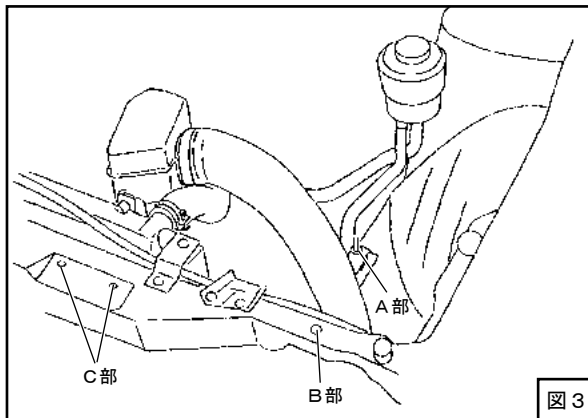
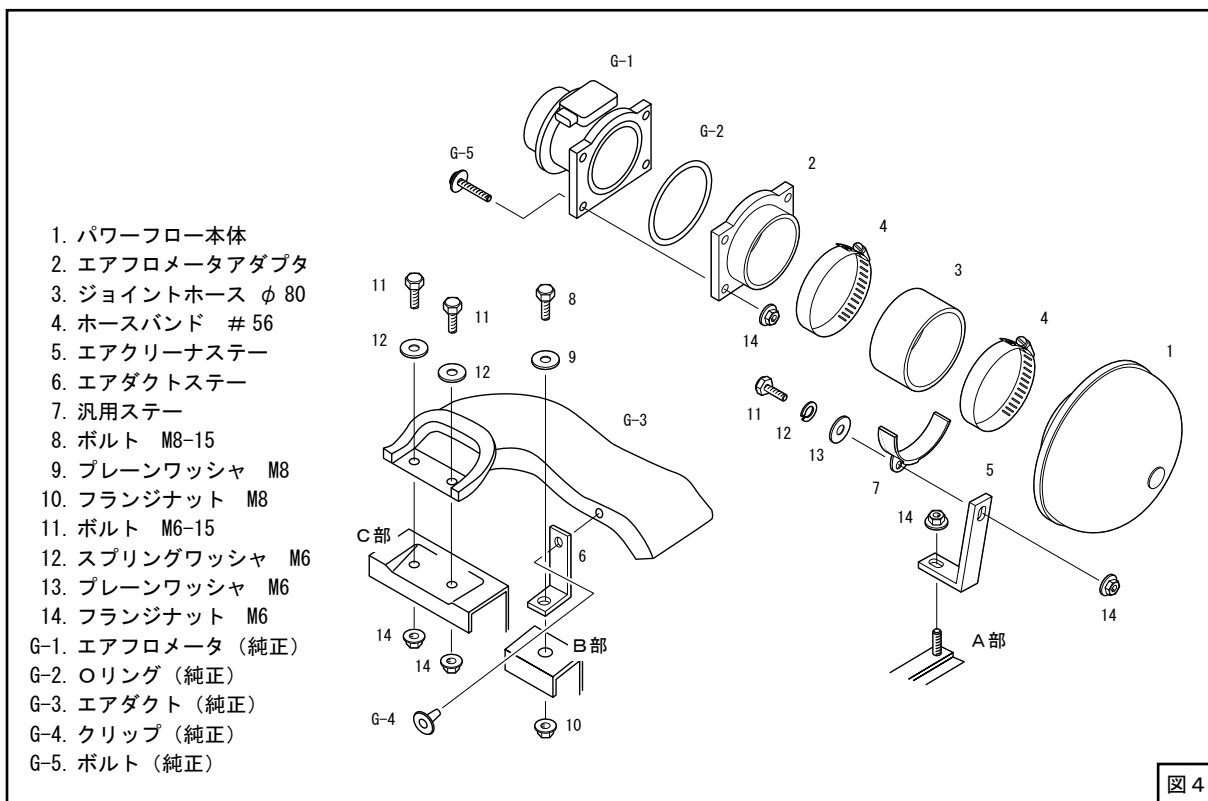

図3
図4
- (1) 図3のA部にエアクリーナステーを取付けてください。
(図3、図4)
- (2) キットパーツを組付けてください。(図4)
- (4) パワーフロー本体がボディなどと干渉しないように位置を決めてください。位置が決まったら、ホースバンド・ボルトを固定してください。この時ホースバンド・ボルトを締めすぎないようにしてください。(図4、図6)
- (5) 図3のB部に、エアダクトステーを取付けてください。
- (6) エアダクトを仮付けし、エアダクトステーと位置を合わせエアダクトに取付用穴(φ6)を開けてください。
- (7) 図3のC部にエアダクトをキット内のボルト(M6-15)とクリップを使用して固定してください。
- (8) エアフロメータのコネクタを取付けてください。
- (9) バッテリーのマイナス端子(-)にケーブルターミナルを取付けてください。